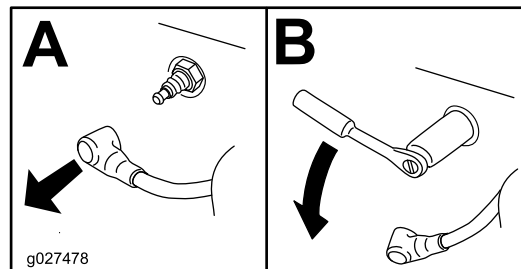

Figure 34
3. Déposez la bougie (Figure 34).